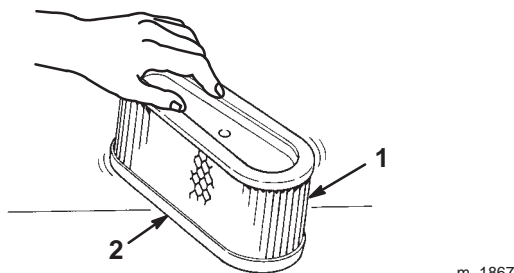

Figure 22
- A. Tapotez doucement l'élément sur une surface plane pour faire tomber la poussière et la saleté (Fig. 22).